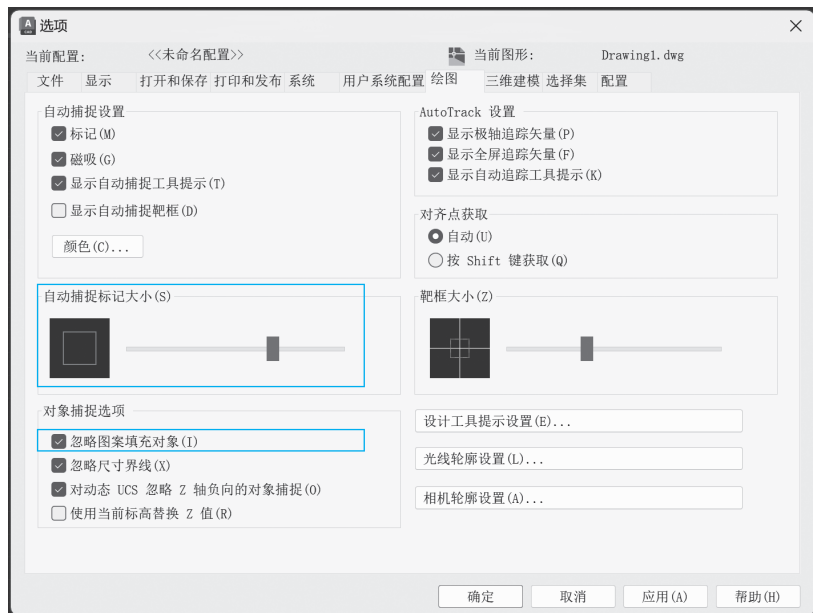

图 1-15 “绘图”选项卡
(1) 自动捕捉标记大小设置。自动捕捉标记大小是指在启用对象捕捉功能后，绘图过程中出现的捕捉标记，如正方形的端点标记、三角形的中点标记或者垂足标记等，当用户想要调整标记的大小和颜色时，可以在图 1-15 所示的“绘图”选项卡中设置。
(2) 忽略图案填充对象设置。图案填充对象设置是在绘图中进行图案填充后，针对是否需要捕捉到图案填充的边界进行的设置。当需要捕捉边界时，应取消选中“忽略图案填充对象”复选框，否则填充图案显示为一个无边界的整体。